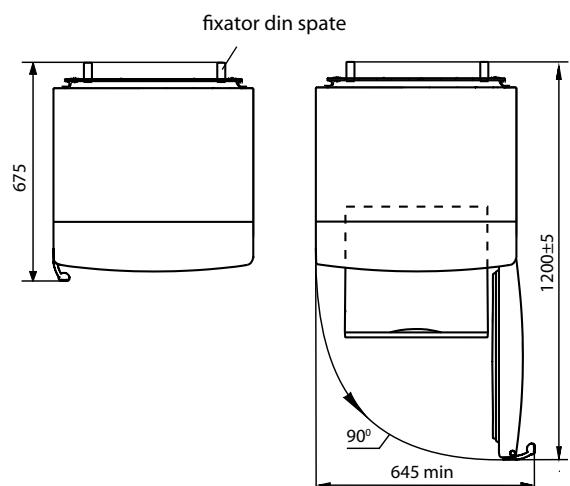

Figura 2 – Frigider (vedere de sus)
**1.4** Spatiul total, necesar pentru exploatarea frigiderului este determinat de dimensiunile indicate în figura 2 în milimetri. Pentru extragerea libera a componentelor din frigider trebuie a deschide ușile camerei la un unghi de cel puțin 90°. Pentru a evita deteriorarea, ușile nu trebuie lăsate să se deschidă mai mult de 180°.